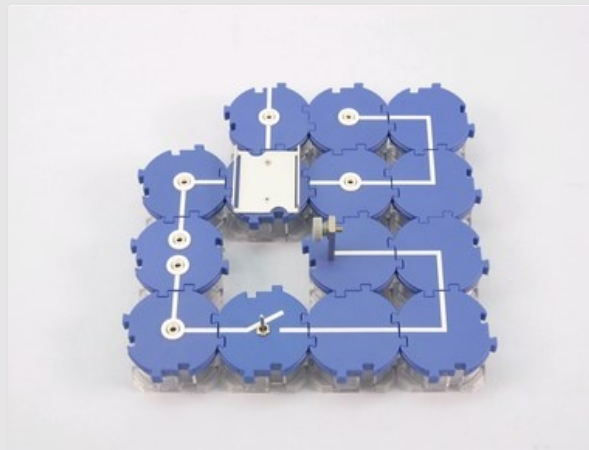
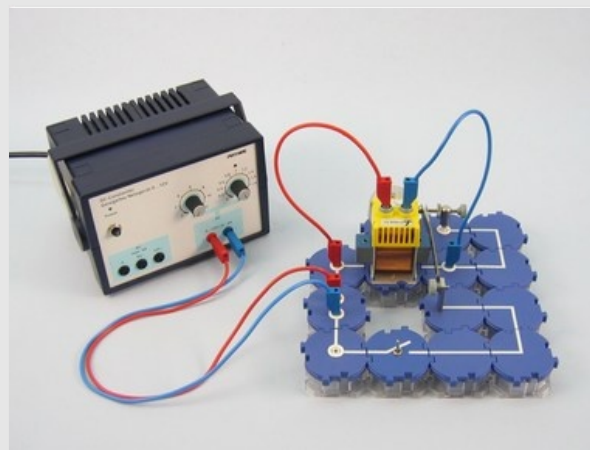

Рис. 1
Рис. 2
- Зберіть експериментальну установку, як показано на рис. 1 та рис. 2.